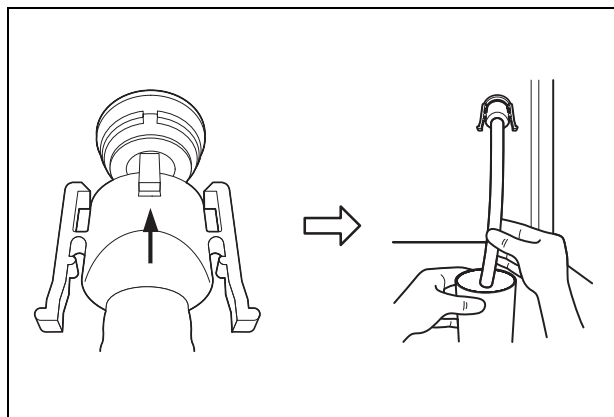

Рис. 7.68
8. Чтобы слить остаточное малое количество раствора дезинфицирующего средства из резервуара для раствора дезинфицирующего средства, поместите конец без разъема трубки для удаления дезинфицирующего средства в контейнер (малый) и подсоедините данную трубку к порту удаления дезинфицирующего средства (см. Рис. 7.68).